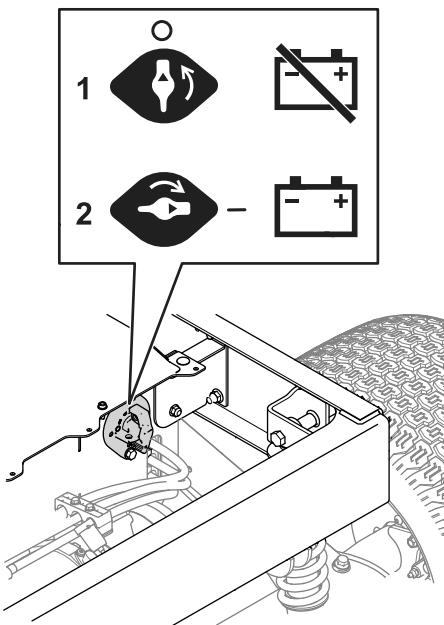

Figura 1
4. Gire el interruptor de desconexión de la batería a la posición de APAGADO (Figura 1).
- Gire el interruptor de desconexión de la batería a la posición de CONECTADO (Figura 1).